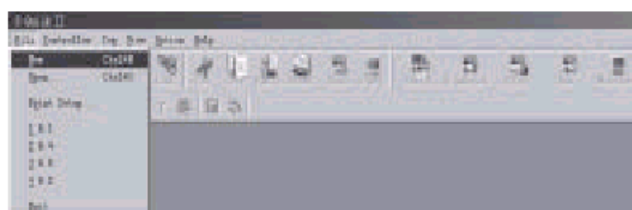

Fig. 4.1. Abrir un archivo nuevo
1. Para abrir un archivo nuevo haga clic en la opción **NEW** bajo la Lista de Funciones de file o en el icono en la Barra de Herramientas, como se muestra en la Fig. 4.1.